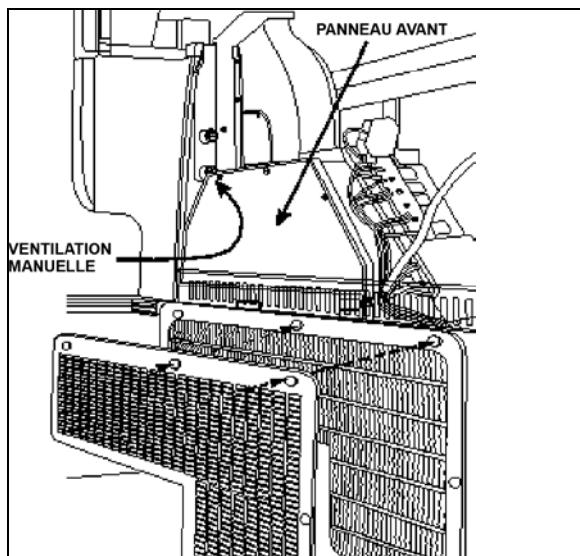
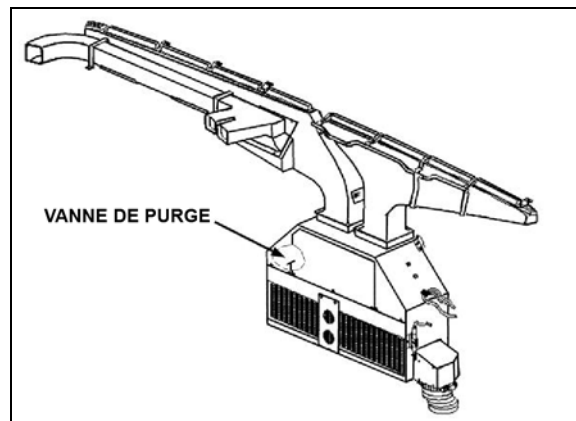
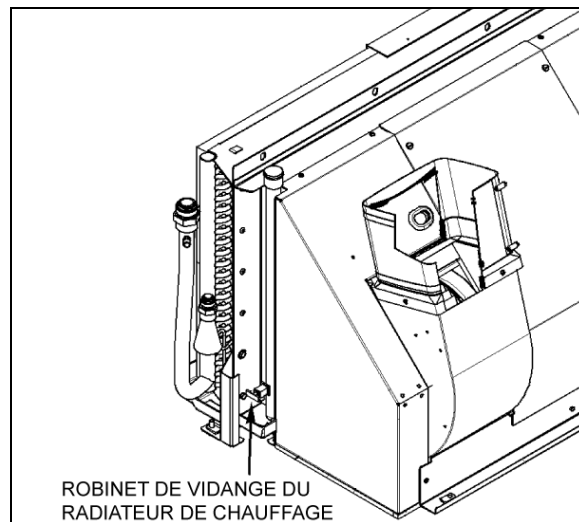

FIGURE 68 : UNITÉ DE CVC/DE DÉGIVRAGE DU CONDUCTEUR
FIGURE 69 : CIRCULATION DE L'AIR DE L'UNITÉ DE CONDUCTEUR
FIGURE 74: EMBLACEMENT DU ROBINET DE VIDANGE DU RADIATEUR DE CHAUFFAGE
L'air neuf entre par l'arrière des phares de droite (séries H3) ou par la boîte de répartition d'air sous le compartiment de service avant (séries X3) et pénètre dans la boîte de mélange par l'intermédiaire d'un clapet qui peut s'ouvrir et se fermer. Le retour d'air entre par la console de droite dans la boîte de mélange. (Figure 69) Le mélange d'air passe par les serpentins de refroidissement et de chauffage, par les ventilateurs et par les tuyaux d'évacuation.
- Depuis l'intérieur du véhicule, démonter les deux panneaux de finition à l'avant de l'unité. Enlever les trois vis qui fixent le panneau avant de l'unité. Ouvrir le robinet de vidange situé à de l'unité du conducteur. (Figure 69). Pour un drainage plus efficace, ouvrir l'évent manuel situé du côté conducteur de l'unité de CVC, s'il y en a un (Figure 68).
4. Ouvrir le robinet de vidange en bas du radiateur de chauffage (Figure 74). Il est possible de détacher un raccord de flexible en haut du radiateur de chauffage afin de laisser l'air entrer pendant la vidange. Le robinet de vidange principal du radiateur de chauffage se trouve dans le compartiment de l'évaporateur. Pour accéder à la soupape sur les véhicules de série X, ouvrir la porte du compartiment à bagages situé en face du compartiment de l'évaporateur (côté gauche). Ouvrir le panneau d'accès au compartiment de l'évaporateur.
Il est nécessaire de purger l'air du système de chauffage lorsque le système de chauffage a été vidangé et rempli ou après un manque de liquide et un ajout. Repérer le robinet de purge illustré à la Figure 69 et à la Figure 74, l'ouvrir et le maintenir ouvert jusqu'à ce qu'il n'y ait plus d'air qui sorte des tuyaux. Pour un drainage plus efficace, ouvrir l'évent manuel situé du côté conducteur de l'unité de CVC, s'il y en a un (Figure 68).